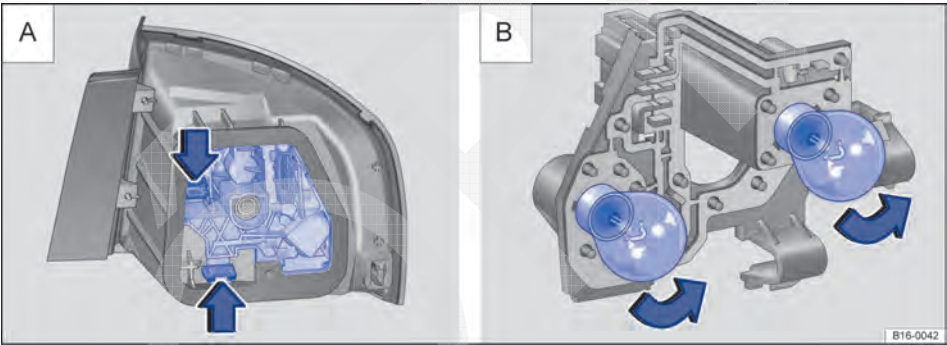

Fig. 230 Lanterna traseira: A: desmontar o suporte da lâmpada, B: desmontar as lâmpadas incandescentes.
5.	Destravar o suporte da lâmpada nas linguetas de travamento ⇒ Fig. 230 A (seta) e retirar o suporte da lâmpada da lanterna traseira.
6.	Substituir a lâmpada incandescente queimada por uma lâmpada incandescente nova do mesmo modelo ⇒ Fig. 230 B.
7.	Montar o suporte da lâmpada na lanterna traseira. As linguetas de travamento ⇒ Fig. 230 A (seta) devem se encaixar de forma audível.